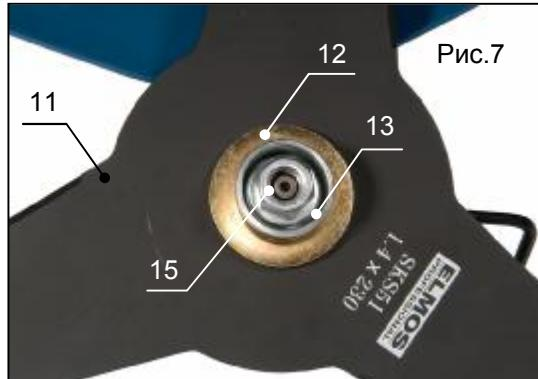

Рис.7
- Уложите режущий диск (поз.11, рис.7), а затем на него прижимной фланец (поз.12, рис.7)
- Установите шайбу (поз.13, рис.7) и затяните с помощью специального ключа (поз.14, рис.8) фиксирующую гайку (поз.15, рис.7) (**левая резьба!**)